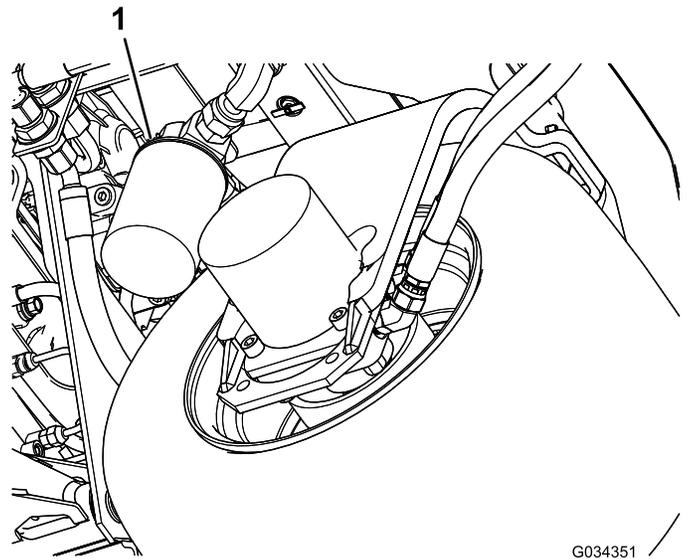

图 83
2. 清洁过滤器安装区周围的区域。在过滤器 (图 83) 下面放置一个放油盘并拆下过滤器。